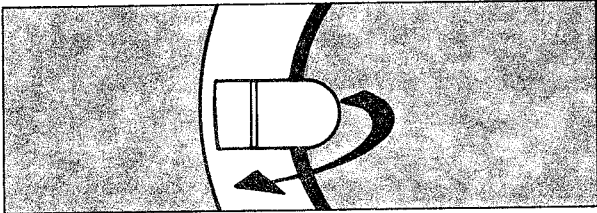

Abb. 7
- Der Waschkvolutomat ist mit einer Sicherheits-Türverriegelung ausgerüstet. Die Tür kann nicht geöffnet werden, solange das Gerät eingeschaltet ist. Ca. 2 Minuten nach dem Ausschalten, kann die Tür geöffnet werden (Abb. 7).